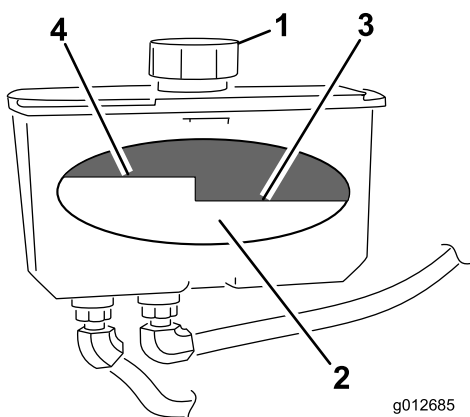

Figura 74
4. Limpe a zona em torno da tampa e do tubo de enchimento do depósito hidráulico (Figura 74).
- Retire a tampa do tubo de enchimento. Observe o interior para verificar o nível de óleo no reservatório. (Figura 74).
Nota: O nível do fluido deve ficar até ao cimo do nível quente do abafador, quando o fluido está quente (Figura 74).